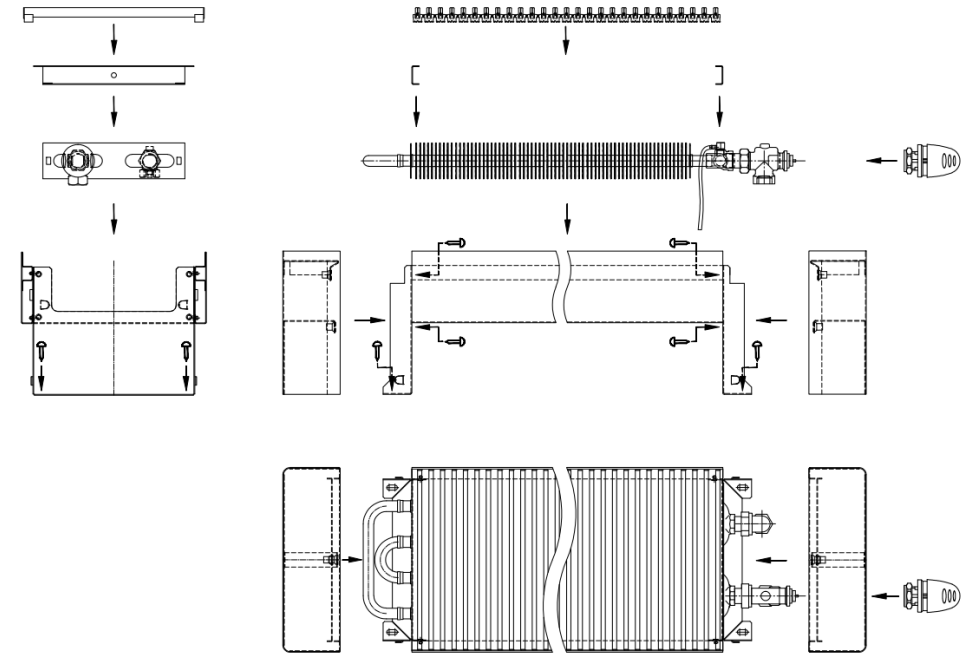

Рис.3
- 5.4. Для разметки отверстий под крепёж на чистом полу, необходимо снять с конвектора решётку и боковины. Для снятия боковин необходимо открутить по 2 винта удерживающих каждую боковину сверху и снизу корпуса см. рис.3.
- 5.6. Зафиксировать все опоры с корпусом конвектора на полу крепёжными винтами (рис.3).